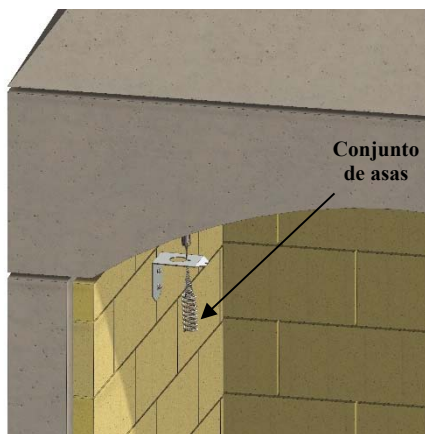

Figura 29. Montaje del soporte y del asa
D. Introduzca el cable de tracción a través del soporte y ajustar la longitud según las instrucciones del fabricante del amortiguador. Coloque el conjunto de la manivela en el soporte y compruebe que la compuerta funciona correctamente. Véase la figura 29.